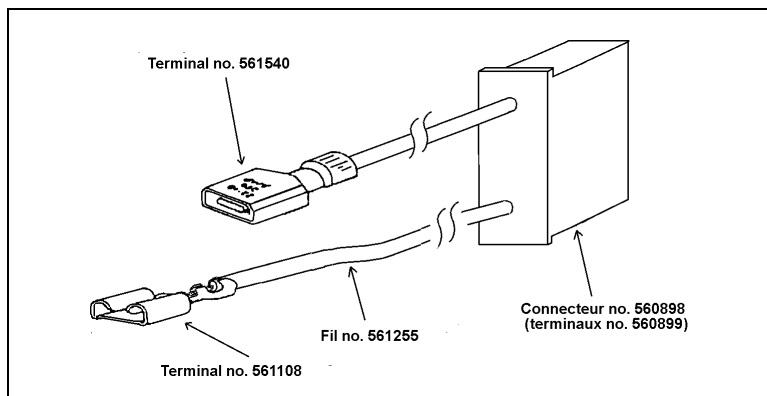

FIGURE 3: INTERRUPTEUR - RALLONGE
4. Assembler l'interrupteur et son câble tel que décrit à la figure 3 (couper les fils à la longueur requise.)